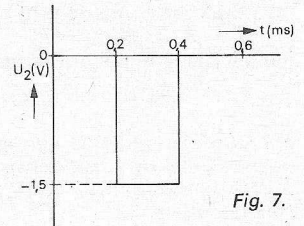

Fig. 7.
- c. Zolang  $i_1$  constant is, is  $u_2 = 0$ . Van  $t = 0,2 \text{ s}$  tot  $t = 0,4 \text{ s}$  verandert  $i_1$  met een snelheid van 30 mA in 0,2 ms, d.i. 150 A/s. De flux in de kern verandert dan met een snelheid  $\Delta\Phi/\Delta t = 0,6 \times 10^{-5} / 0,2 \times 10^{-3} = 0,03 \text{ Wb/s}$ . De spanning die hierbij in de secundaire spoel wordt geïnduceerd, is  $u_2 = -n_2 \times \Delta\Phi/\Delta t = -50 \times 0,03 = -1,5 \text{ V}$ . Het verloop van  $u_2$  is getekend in fig. 7.